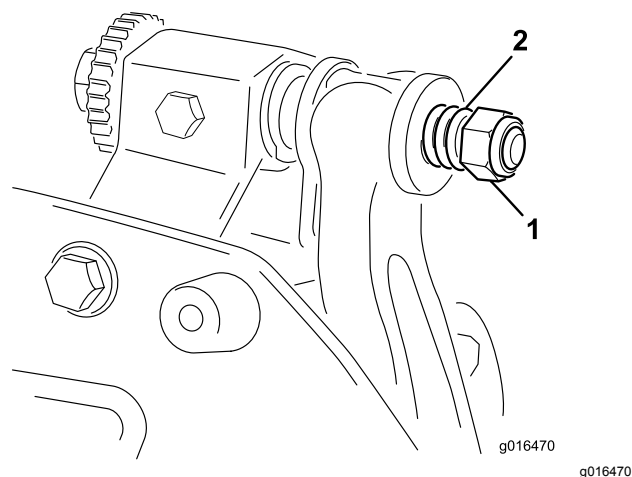

图24
6. 旋紧弹簧加压螺母直到弹簧完全压紧然后往回松开 $1/2$ 圈图24。